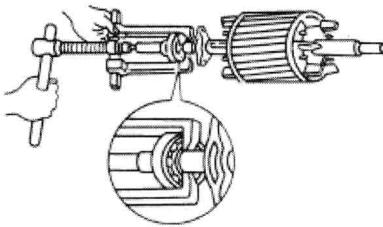

图 1-11 用拉具拆卸轴承
① 用拉具进行拆卸。拆卸时拉具钩爪一定要抓牢轴承内圈，以免损坏轴承，如图 1-11 所示。